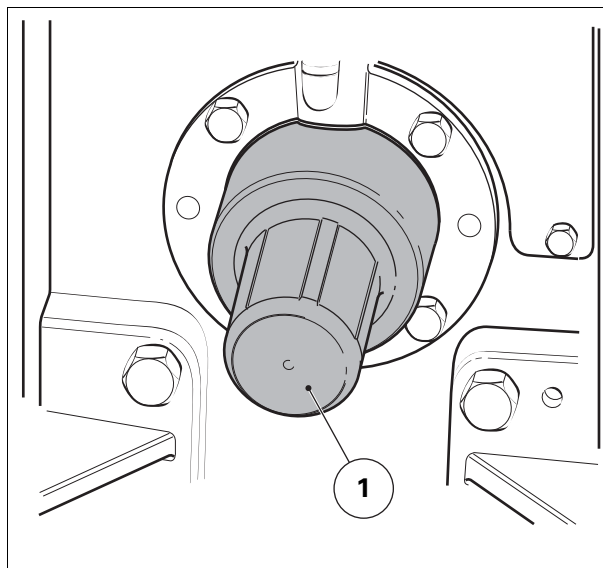

Рис. 8.
- Убедитесь, что при установке кожуха MOM (1) вал MOM не используется рис. 8.